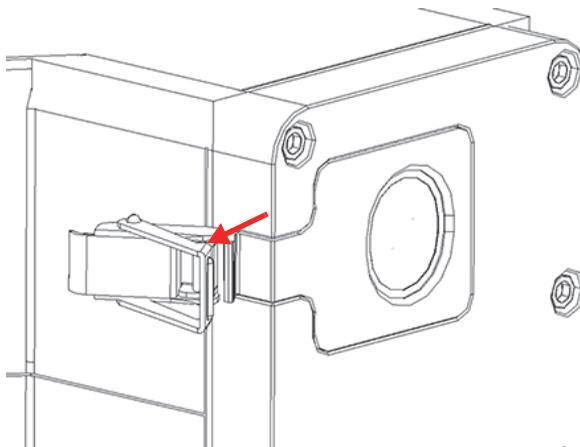

Рис. 4-3 Защелка полностью открыта
4. Поднимите вверх переднюю часть защелки, чтобы полностью разблокировать окно (Рис. 4-3 на стр. 64).